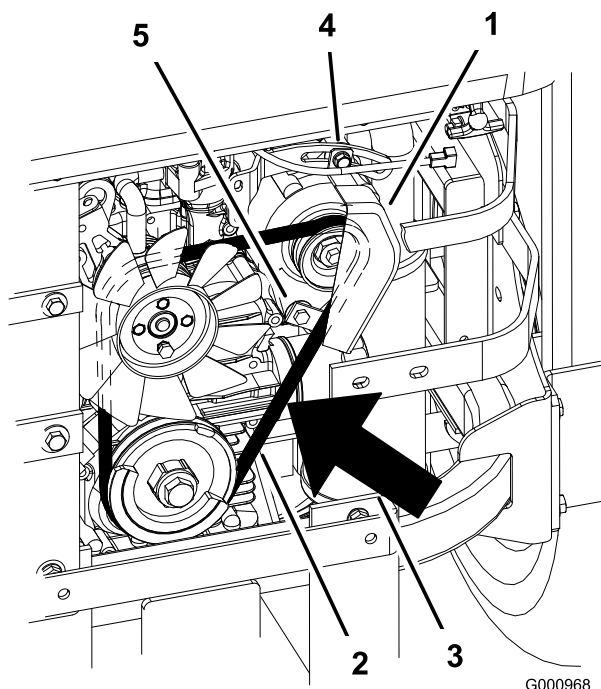

Figure 62
- Desserrez le boulon inférieur et retirez le boulon de fixation supérieur de l'alternateur et du couvercle (Figure 62).
- Installez une courroie neuve autour des poulies et de l'alternateur (Figure 62).
14. Serrez le boulon inférieur et vissez le boulon de fixation supérieur de l'alternateur et du couvercle (Figure 62).
2. Réglez l'alternateur vers l'extérieur jusqu'à ce que la courroie présente une flèche de 7 à 9 mm quand une force de 10 kgf est exercée entre les poulies du moteur et de l'alternateur (Figure 62).
5. Si la flèche est correcte, serrez les boulons inférieur et supérieur (Figure 62).